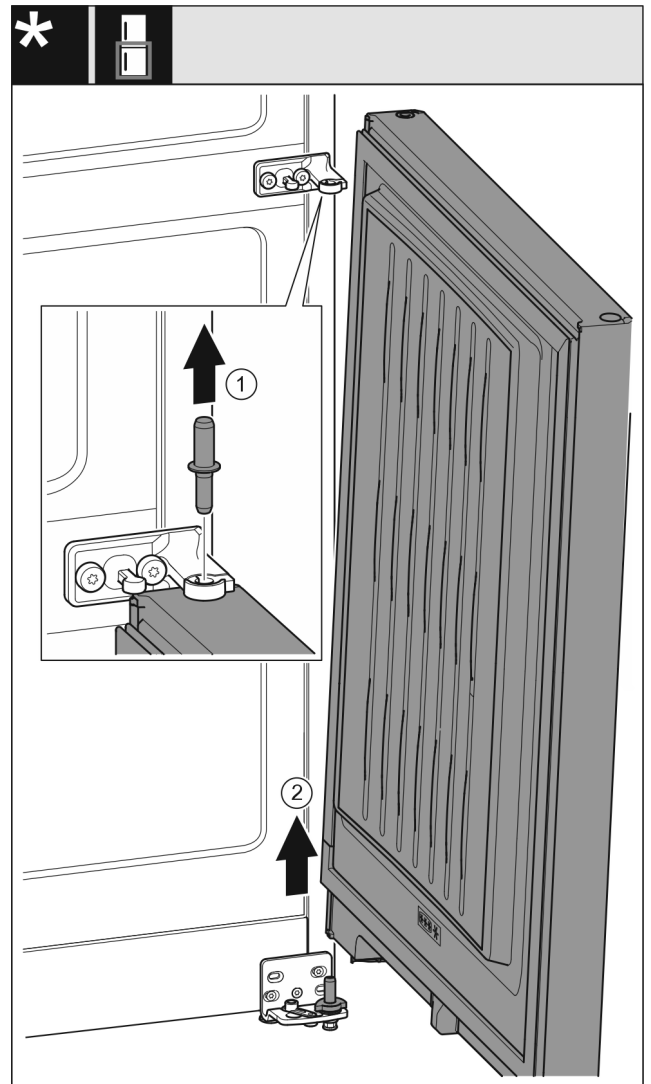

Fig. 9
- ▶ Bouten Fig. 9 (1) naar boven toe eruit trekken.
- ▶ Deur Fig. 9 (2) eruit draaien, naar boven trekken en opzij leggen.